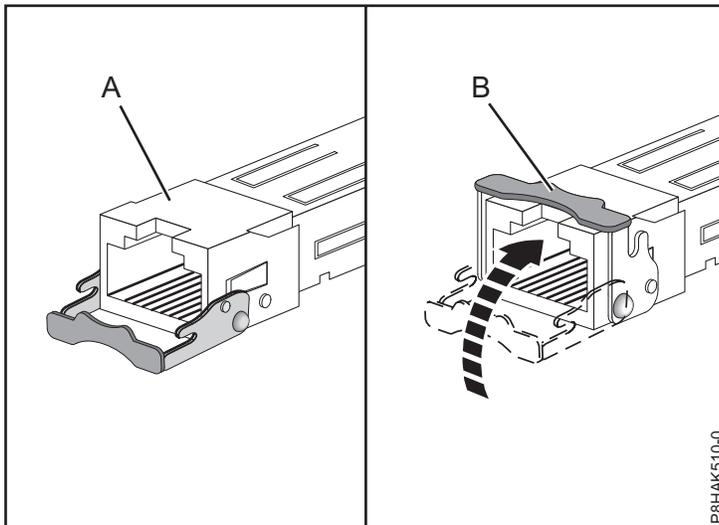

Abbildung 53. SFP-Transceiver im Adapter austauschen
- b. Schieben Sie den Transceiver (A) in den Adapter.
- c. Drücken Sie bei geöffneter Verriegelung (A) auf die Verriegelung, indem Sie sie zur Karte hin nach oben drehen, wie in Abb. 53 auf Seite 56 dargestellt.